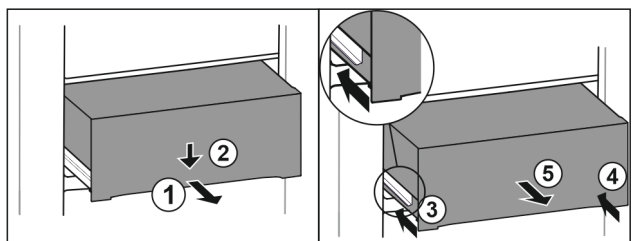

Fig. 153
- Tirer le tiroir jusqu'à mi-chemin. Fig. 153 (1)
- Appuyer sur l'avant du tiroir vers le bas. Fig. 153 (2)
- Insérer le rail gauche d'env. 2 cm. Fig. 153 (3)
- Insérer le rail droit d'env. 2 cm. Fig. 153 (4)
- Retirer le tiroir par l'avant. Fig. 153 (5)